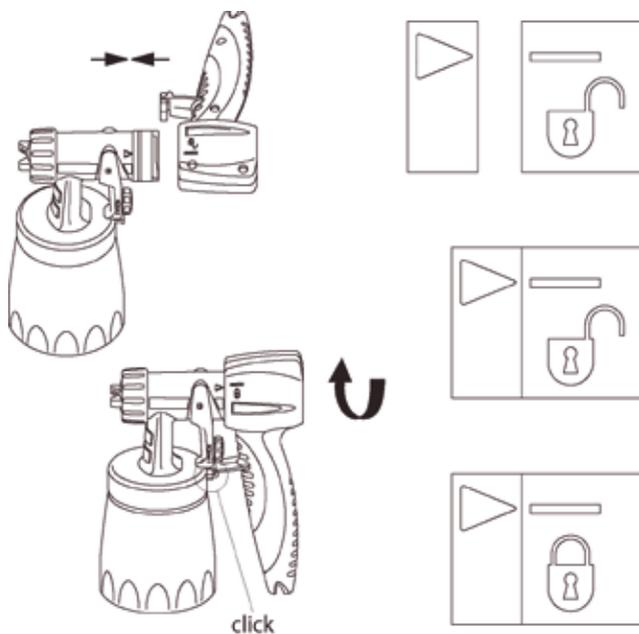

Fig. 5
8. Monte novamente a pistola(Fig.5);